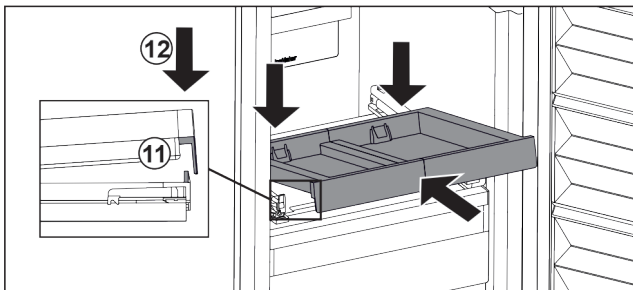

Fig. 127
- ▶ Вкарайте под ъгъл. Обърнете внимание на това, ограничителят и от двете страни да е зад езичето. *Fig. 127 (11)*
- ▶ Спуснете изтеглящата се дъска отпред. *Fig. 127 (12)*